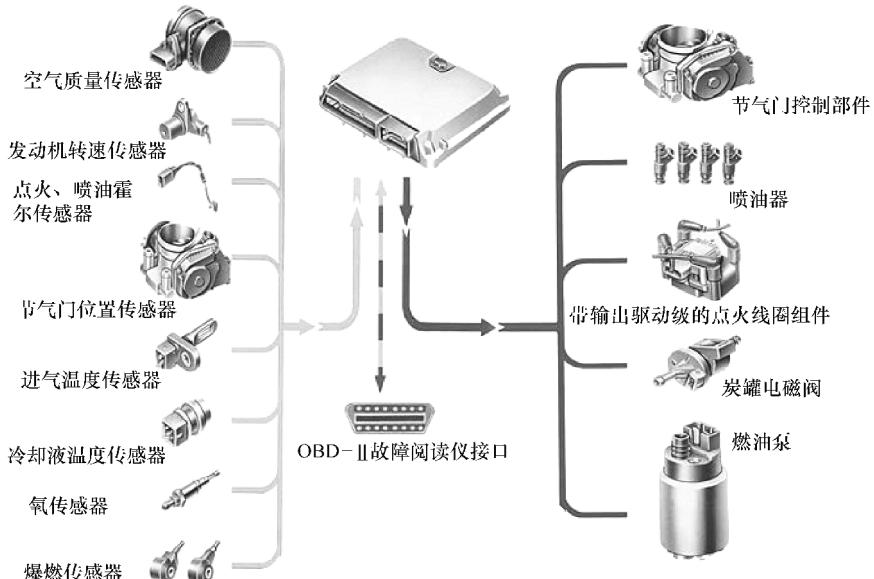

图 5-3 大众新迈腾 L型系统
(2) L 型系统 L 型系统采用空气流量传感器直接测量发动机进气量，由 ECU 根据进气量以及各种传感器确定喷油量，如图 5-3 所示。